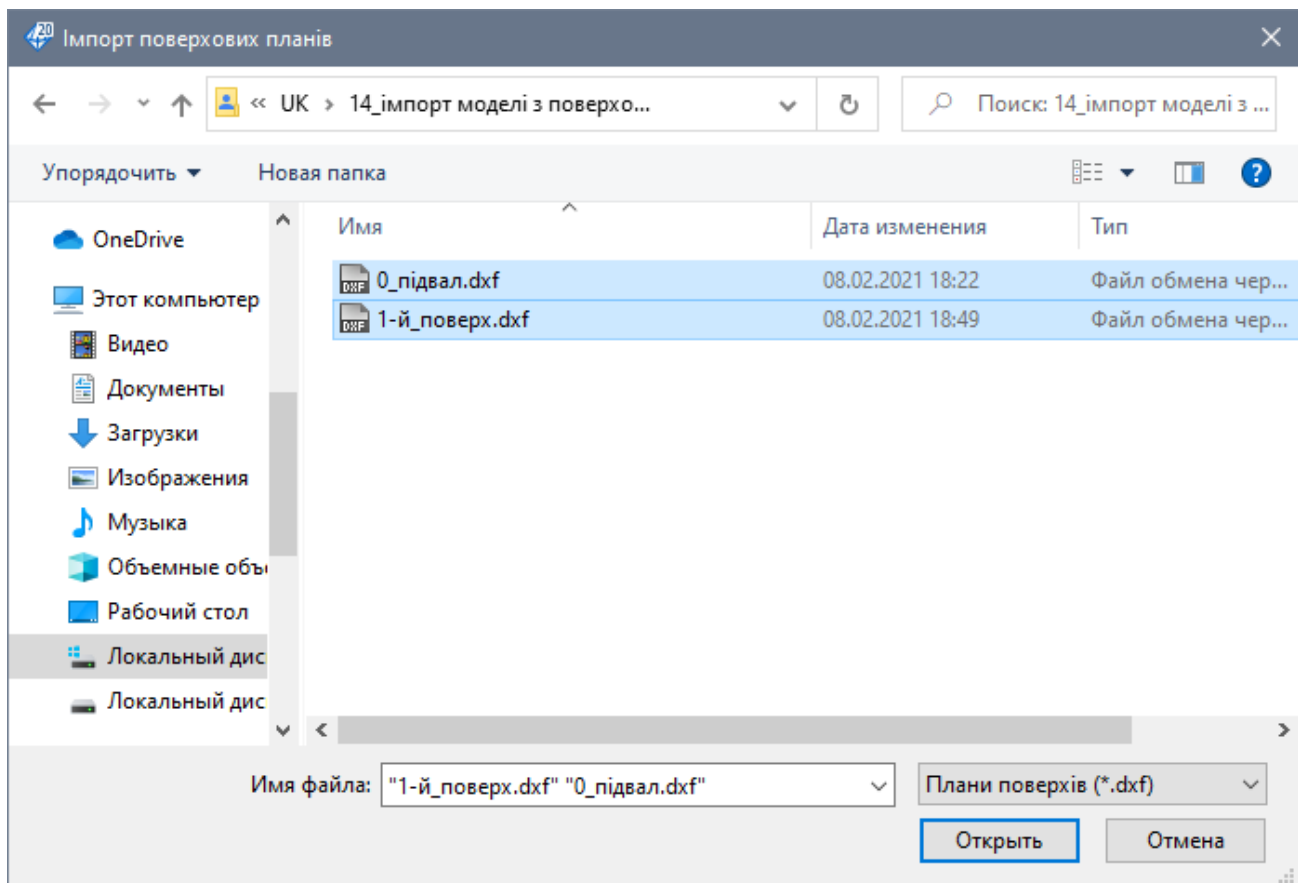

Рис. 14.20. Діалогове вікно **Імпорт поверхових планів**
- Викличте діалогове вікно **Імпорт поверхових планів** (рис. 14.20) натисканням по кнопці  – **Імпорт поверхових планів DXF** (меню Програми – Імпорт моделі... – Поверхові плани DXF).